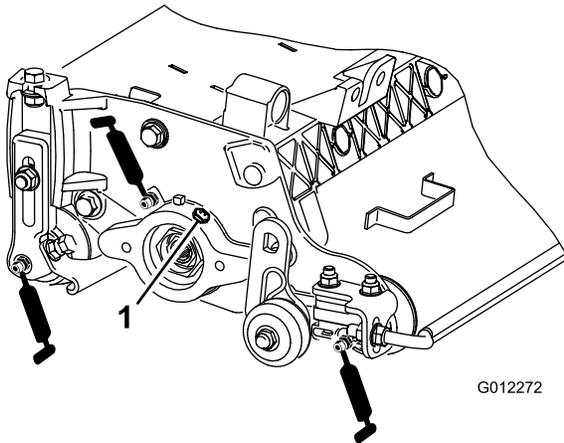

Bild 8
Jeder Vertikutierer hat 6 Schmiernippel (Bild 8), die regelmäßig mit Nr. 2 Allzweckschmierfett auf Lithiumbasis eingefettet werden müssen.
2. Tragen Sie Schmiermittel auf, bis sauberes Schmiermittel aus den Dichtungen der Rolle und dem Überdruckventil des Lagers austritt (Bild 8).